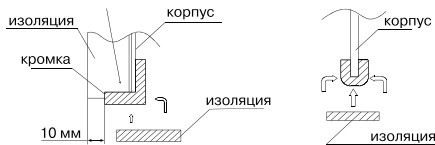

Рис. 29
7. При установке материала действуйте следующим образом тип корпуса 1, тип корпуса 2 (Рис. 29).